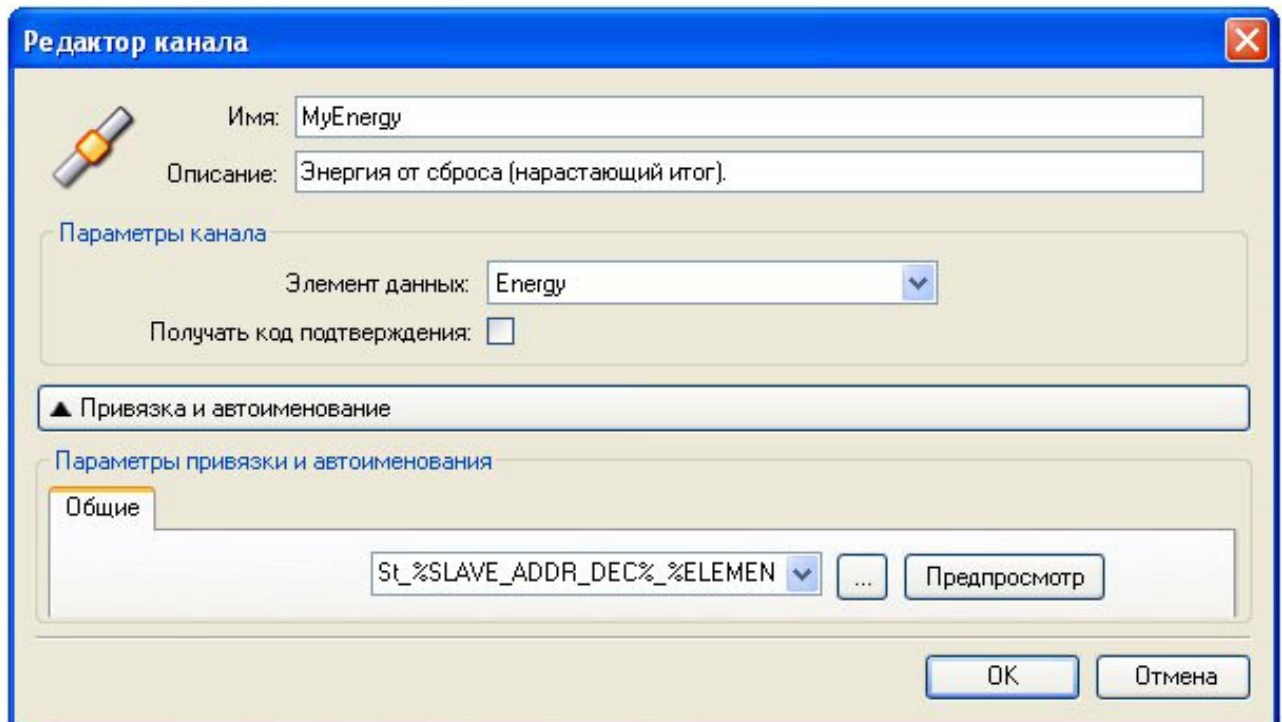

Рисунок 3.46 – Модуль SET4TM (PSH4TM). Создание канала
- 4 В окне **"Редактор канала"** (рисунок 3.46) в поле **Имя:** задать имя канала, в поле **Описание:** текстовое описание канала.